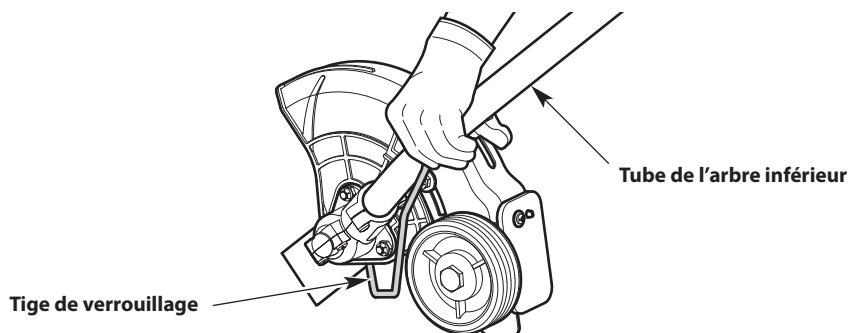

Fig. 17
- Gardez la tige de verrouillage en place en la maintenant près du boîtier de l'arbre inférieur (Fig. 17).
- Gardez la tige de verrouillage en place en la maintenant près du boîtier de l'arbre (Fig. 17).